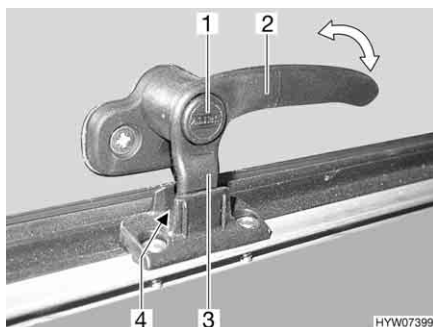
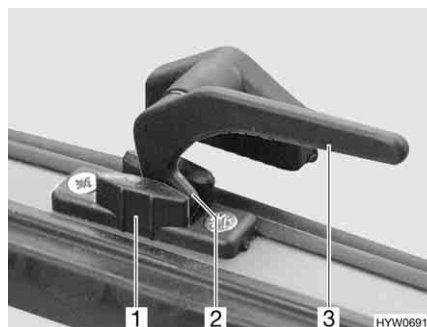

Bild 105 Låsarm med låsknapp i läget "kontinuerlig vädring"
Bild 106 Låsarm i läget "kontinuerlig vädring"
- I läget "kontinuerlig vädring" (Bild 105 och Bild 106)
- Tryck på låsknappen (Bild 105,1) om sådan finns och håll den nedtryckt.
- Vrid alla låsarmar (Bild 105,2 eller Bild 106,3) ett kvarts varv mot luckans mitt.
- Vrid tillbaka alla låsarmar. Därvid måste låsspaken (Bild 105,3 eller Bild 106,2) föras in i spåret på lucklåset (Bild 105,4 eller Bild 106,1).